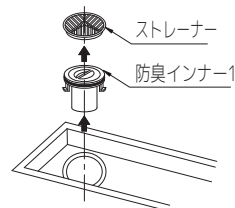
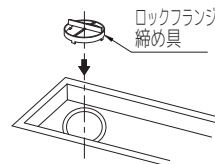

図3
図4
- ③ストレーナーと防臭インナー1を取り出して（図3）、付属の締め付け具にてロックフランジと排水トラップ本体を締め付けてください（図4）。
- ④アンカーをモルタルで固定、もしくは溶接にて固定してください。
- ⑤上フタを排水ユニット本体にセットしてからモルタルで固定してください。
(3) 床仕上げ